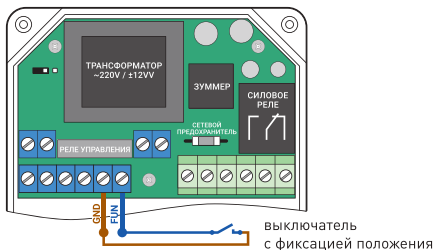

Рис. 7 Схема подключения переключателя с фиксацией положения
5.4 Рис. 7. Схема подключения к блоку управления переключателя (выключателя) с фиксацией положения. Переключатель служит для ручного дистанционного открытия/перекрытия водоснабжения. При нажатии на переключатель (положение «ВКЛ»)– подача воды перекрывается шаровым электроприводом. При нажатии на выключатель (положение «ВЫКЛ») – подача воды откроется шаровым электроприводом.